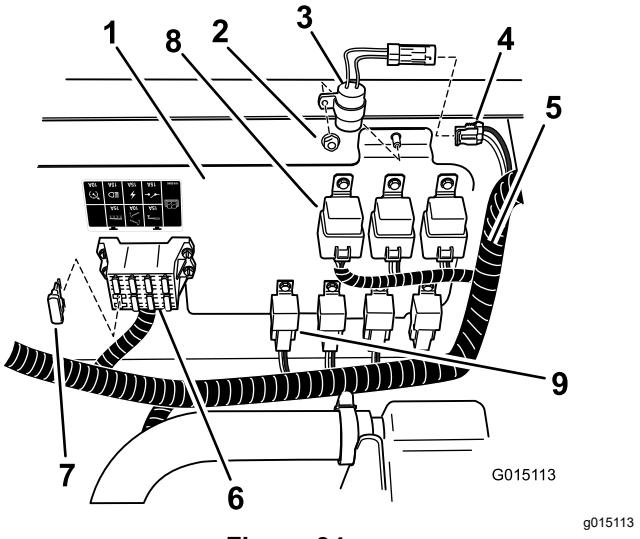
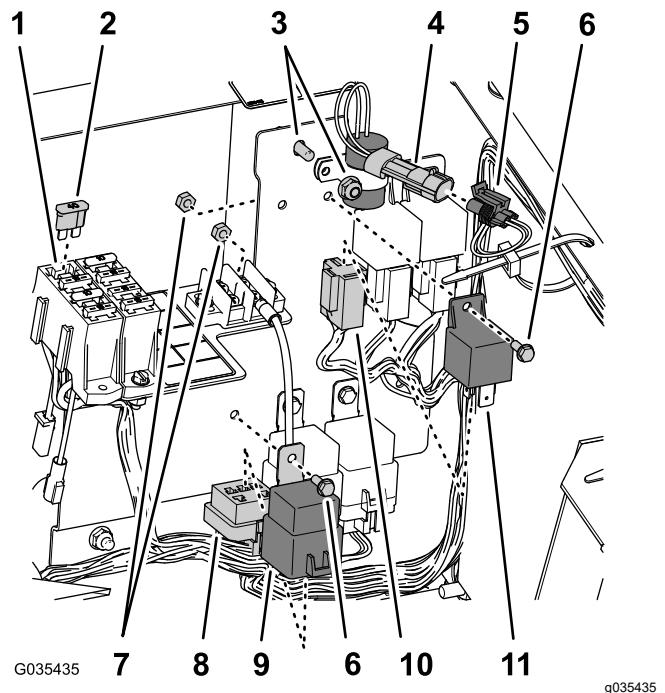
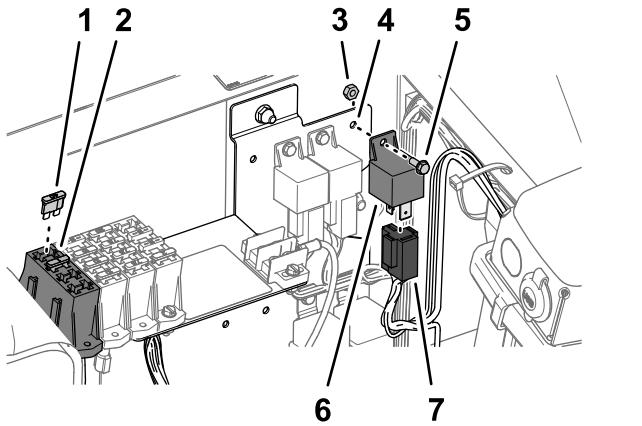

Figure 34
Figure 35
Figure 36
- Montez le temporisateur à l'emplacement indiqué à la Figure 34 ou la Figure 35 à l'aide du contre-écrou du panneau électrique.
- Branchez le temporisateur au connecteur à 2 douilles « Delay Timer » du faisceau de la machine (Figure 34 ou Figure 35).
3. Insérez un fusible (40 A) dans l'emplacement libre du porte-fusibles, comme montré à la Figure 34, la Figure 35 ou la Figure 36.
4. Localisez le relais et le relais d'alimentation en ligne avec les autres relais du même type, et montez-les sur le panneau (Figure 34, Figure 35 ou Figure 36) à l'aide des 2 boulons à embase (n° 10-24 x 1/2") et de 2 contre-écrous (n° 10-24).
5. Trouvez le connecteur à 4 douilles et le connecteur à 5 douilles sur le faisceau principal et branchez-les au relais (4 broches) et le relais d'alimentation (5 broches), comme montré à la Figure 34, la Figure 35 ou la Figure 36.